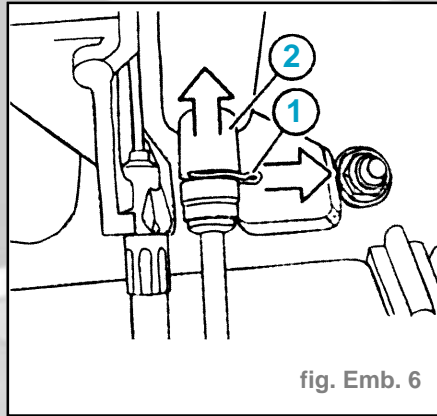

fig. Emb. 6
- Déposer l'agrafe (1) (fig. Emb. 6).